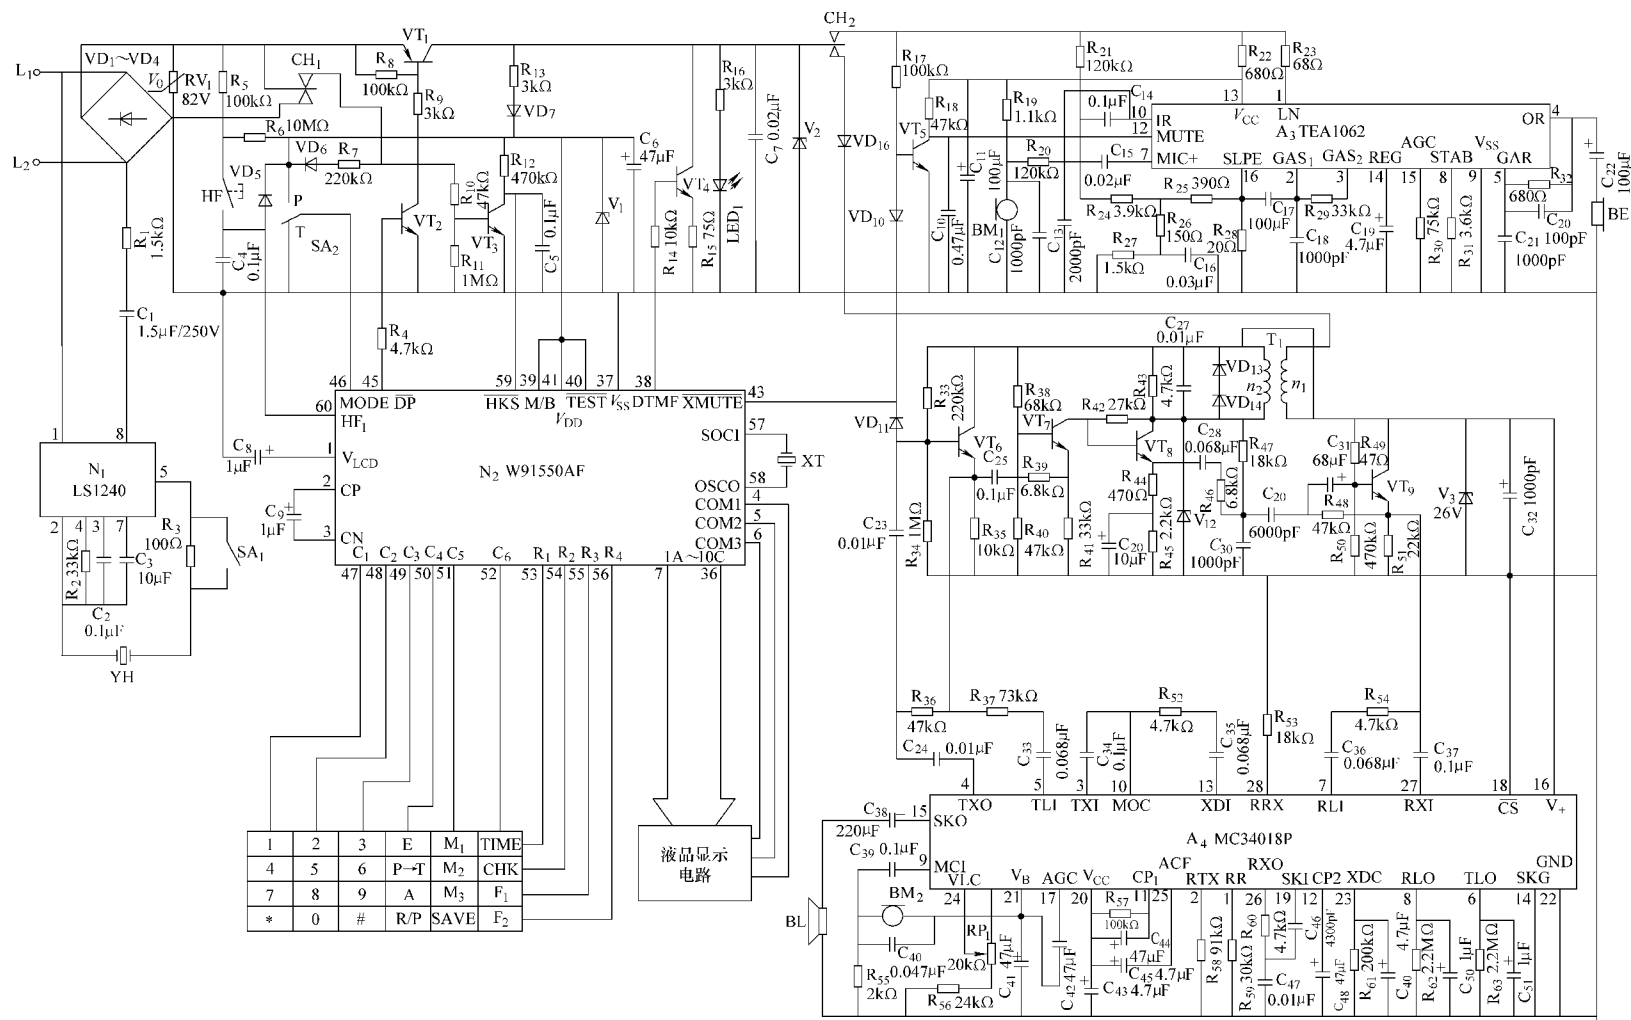

图 7-12 HA8988 (2) P/TSD 型电话机电路原理图
(2) 电路原理图
HA8988 (2) P/TSD 型多功能电话机电路原理图如图 7-12 所示。